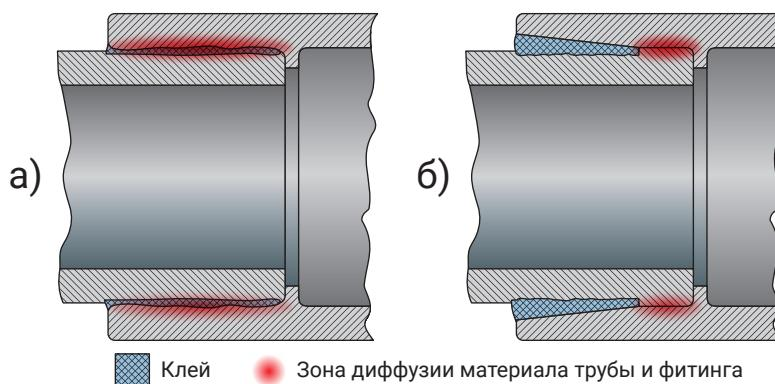

Рис. 4. Особенности склеивания фитингов с параллельным (а) и с коническим (б) раструбом
Необходимо нанести клей в количестве, достаточном для заполнения части шва, где находится наибольший зазор между склеиваемыми поверхностями (см. Рис. 4). Это особенно важно помнить при монтаже фитингов с растробом. Помимо заполнения зазора, соответствующие слои клея будут проникать в поверхности и оставаться влажными до тех пор, пока соединение не будет собрано.
6. Перед нанесением грунтовки и/или клея проверьте трубу и фитинги на «сухую посадку». Труба должна проходить свободно через фитинг до упора. Для конических раstrубов труба должна входить примерно на  $\frac{1}{3}... \frac{2}{3}$  глубины раstrуба. Слишком плотная посадка нежелательна; вы должны иметь возможность во время склейки вставить трубу в раstrуб фитинга до ограничителя (см. Рис. 4). Измерьте глубину раstrуба фитинга и отметьте это расстояние на трубе. Чтобы убедиться, что фитинг полностью будет вставлен, добавьте два сантиметра к этому расстоянию и сделайте вторую отметку на трубе, так как грунтовка и клей уничтожат первую отметку.
7. Перед нанесением грунтовки и/или клея проверьте трубу и фитинги на «сухую посадку». Труба должна проходить свободно через фитинг до упора. Для конических растробов труба должна входить примерно на  $\frac{1}{3} \dots \frac{2}{3}$  глубины растроба. Слишком плотная посадка нежелательна; вы должны иметь возможность во время склейки вставить трубу в растроб фитинга до ограничителя (см. Рис. 4). Измерьте глубину растроба фитинга и отметьте это расстояние на трубе. Чтобы убедиться, что фитинг полностью будет вставлен, добавьте два сантиметра к этому расстоянию и сделайте вторую отметку на трубе, так как грунтовка и клей уничтожат первую отметку.